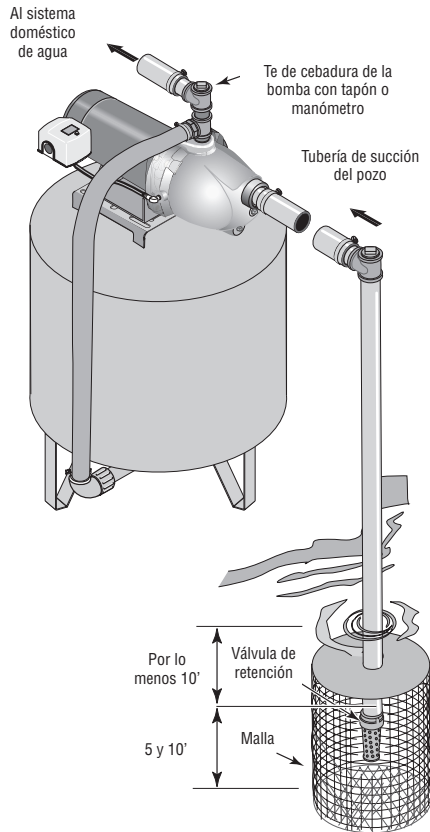

Figura 3 - Instalación para agua superficial
Instalación para agua superficial (Figura 3)
2. Instale una válvula de retención y la tubería de succión (vea la Figura 3). Asegúrese de que la válvula de retención funcione libremente. Utilice cinta sellante de PTFE para roscas de tubería o un compuesto a base de PTFE especial para juntas de tuberías de las juntas roscadas de la tubería. Proteja la conexión de la válvula de retención de peces, basura, etc., con la instalación de una malla de alambre a su alrededor (vea la Figura 3).
4. Instale una "T" para cebar, tapón para cebar y la tubería de succión a la bomba (vea la Figura 3). Soporte la tubería para que no haya inclinaciones verticales o hundimientos en ella a fin de que no ejerza tensión sobre el cuerpo de la bomba y con el propósito de que no se incline ligeramente hacia arriba desde el pozo hacia la bomba (los puntos altos pueden ocasionar que se formen bolsas de aire que pueden bloquear la bomba). Selle las juntas de la tubería de succión con cinta sellante de PTFE para roscas de tubería o con un compuesto a base de PTFE especial para las juntas de las tuberías. Las juntas deben ser a prueba de agua o estar herméticamente cerradas. Si la tubería de succión pudiera succionar aire, la bomba no podrá sacar agua del pozo.